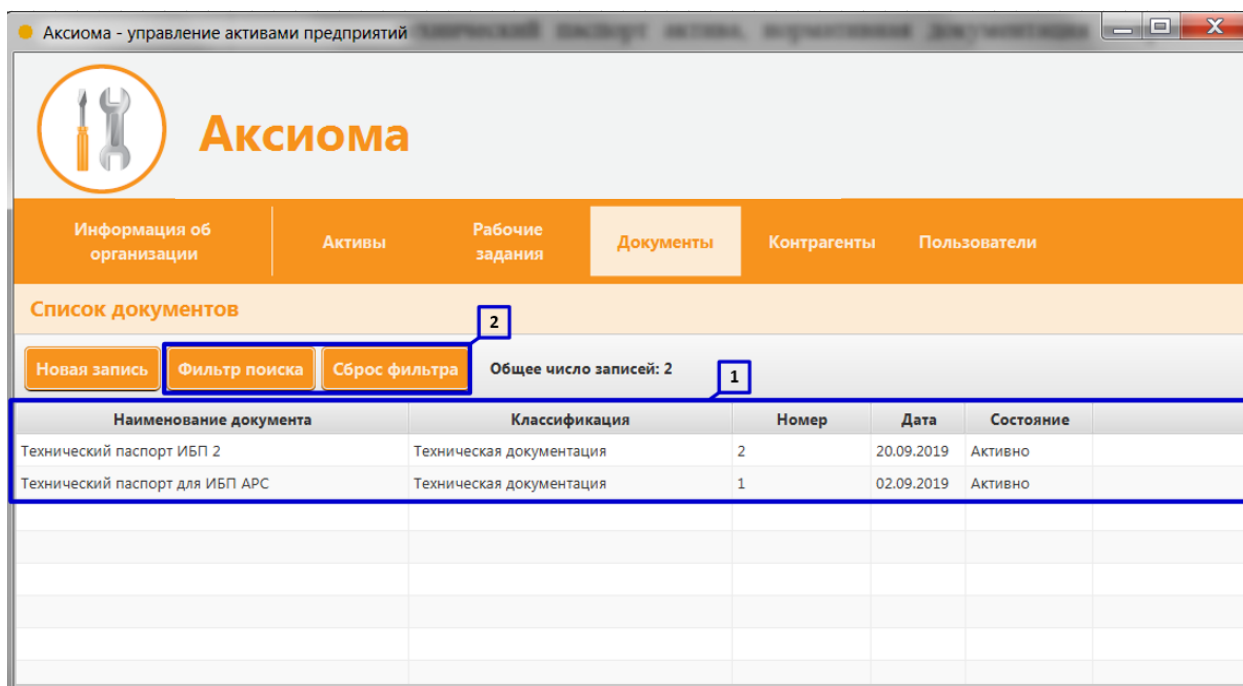

Рисунок 10. Поиск и фильтрация перечня документов
1. Просматривать в виде списка все заведённые в системе документы (**Рисунок 10 пункт 1**) и осуществлять их поиск, фильтрацию и сортировку (**Рисунок 10 пункт 2**);